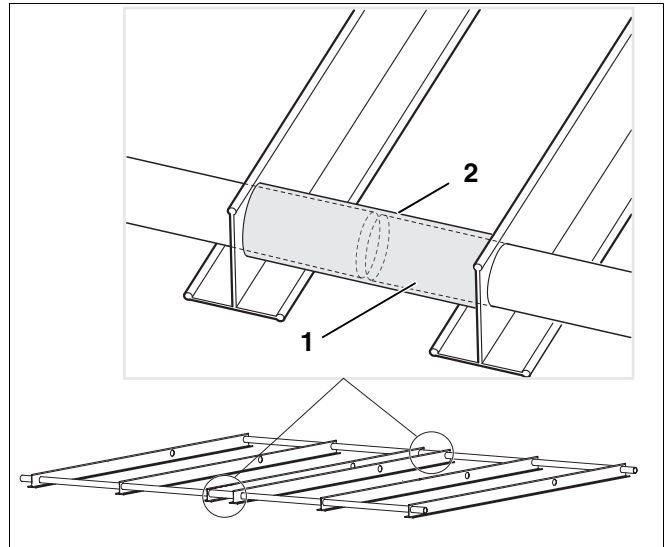

Abb. 28 Distanzrohr zwischen zwei Grundrahmen
- Schieben Sie die zwei beiliegenden Distanzrohre (Abb. 28, **Pos. 1**) über die Rundrohre des ersten Grundrahmens.
Achten Sie darauf, dass Sie die Rundrohre jeweils bis zur Mitte der Distanzrohre (Abb. 28, **Pos. 2**) schieben.